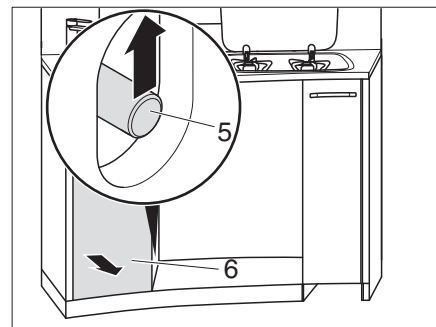

Bild 114 Hohe Küchenschublade entriegeln
- Durch die Öffnung greifen und Schubstange (Bild 114,5) nach oben schieben.